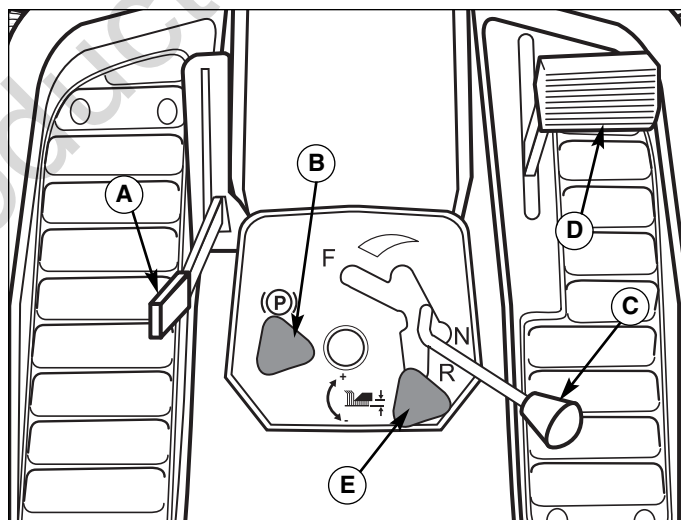

Figura 3. Controles
1. Siéntese en el asiento del tractor en la posición de funcionamiento. Accione el freno de estacionamiento con el pedal del freno (D, Figura 3) y la perilla del freno de estacionamiento (B).